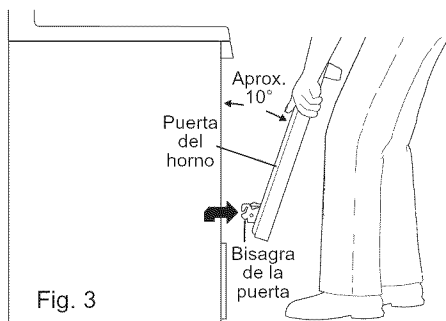

Fig. 3
3. Sostenga firmemente ambos lados de la puerta del horno en sus costados (no use la manija de la puerta - vea la Fig. 3).
1. Sostenga firmemente ambos lados de la puerta del horno en sus costados (no use la manija de la puerta - vea la Fig. 3).